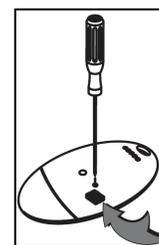

FIG. 9
4. La pantalla mostrará **"Hidden button"** (botón oculto). Oprima el botón oculto del transmisor que quiera guardar como se muestra en la Fig. 9.